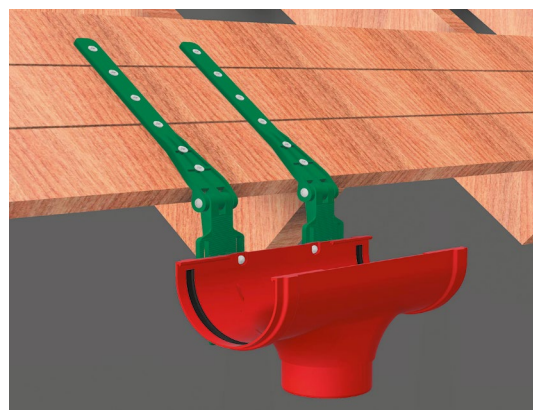

Рис. 27 Монтаж воронок PREMIUM и STANDARD на регулируемые крепления
- Воронки BC PREMIUM и STANDARD устанавливаются на два крепления регулируемых (Рис. 27).
■ При использовании креплений регулируемых, воронка устанавливается на два крепления. Элементы фиксируются на креплении регулируемом через проушины за счёт винтового соединения (Рис. 27).